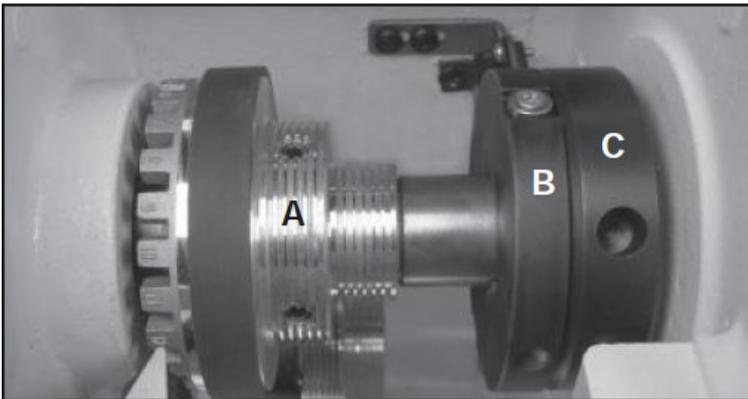

Abb.8-23: Spindelrolle
8. Lösen Sie die Gewindestifte, mit denen die Spindelrolle an der Spindel befestigt ist. Diese Gewindestifte befinden sich in der Mitte der Rolle (Pos. A, Abb. 8-23).
9. Lösen Sie die zwei Gewindestifte, mit denen die Drehzahlmessscheibe an der Spindel befestigt ist (Pos. B, Abb. 8-23).
10. Lösen Sie die zwei Gewindestifte, mit denen die Spindelarretierring an der Spindel befestigt ist (Pos. C, Abb. 8-23).